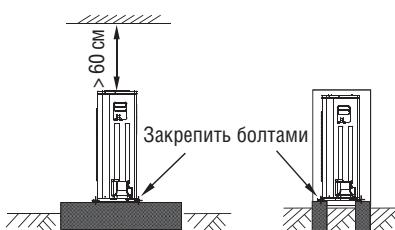

Рис. 6-15
- Подготовьте бетонное основание в соотвествии с характеристиками наружного блока (см. рис. 6-15).
- Надежно закрепите болтами опоры блока, чтобы предотвратить его падение в случае землетрясения или сильного ветра (см. рис. 6-15).